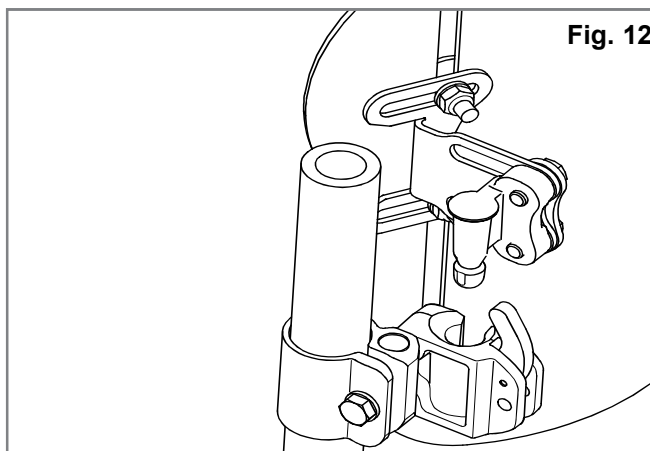

Fig. 12
- Com a chave de 10 mm, desaperte mas não remova os parafusos do pino de montagem (B) e as porcas do suporte (C).
- Fixe o encosto J3 Carbon ao hardware de montagem inserindo os pinos de receção nos recetores, (Fig. 12).